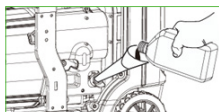

Abb. 2
- Füllen Sie 0,7 l Öl ein. (Siehe Tabelle mit den empfohlenen Ölen – Abb. 4) (Abb. 2)